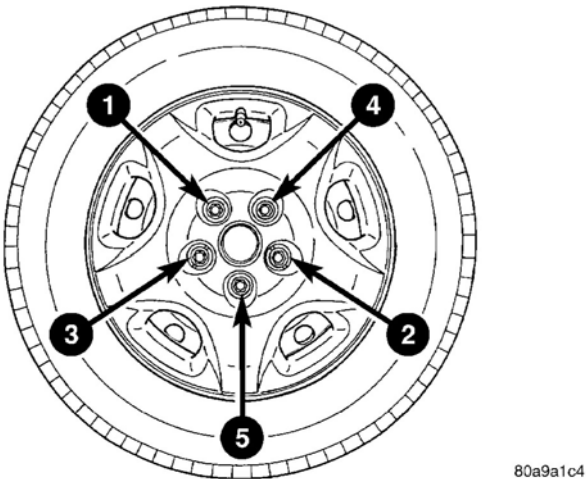

图 33 螺母紧固顺序
(3) 以正确方式紧固所有 5 个螺母（图 33）。紧固车轮螺母到 135 N.m. (100 ft. lbs.)